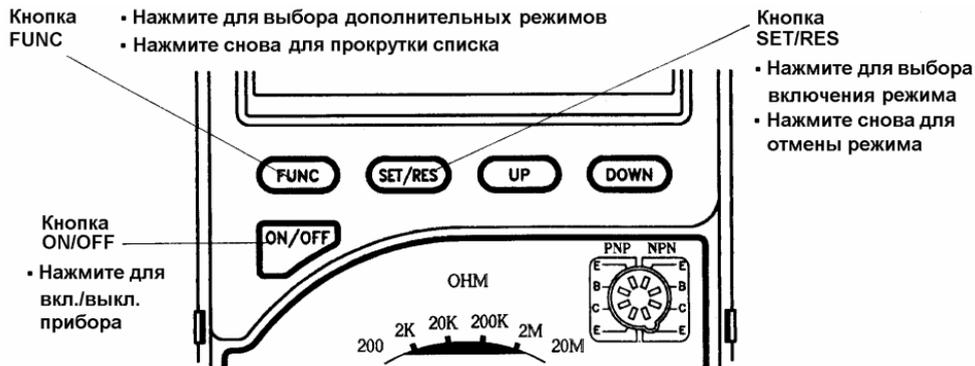

Рисунок 1. Назначение и действие кнопок прибора
- 4-3. Для выбора дополнительных функций, нажмите соответствующие кнопки, расположенные над поворотным переключателем (см. рисунок 1).